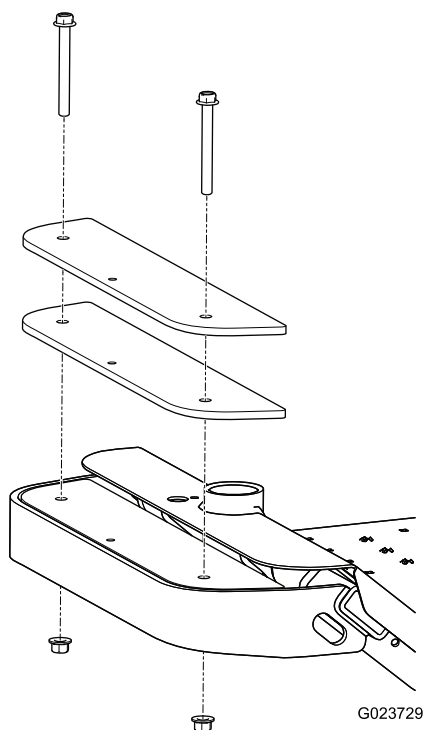

Figura 12
1. Retire los 2 pernos y las 2 tuercas que sujetan los pesos existentes a la parte delantera de la máquina (Figura 12).